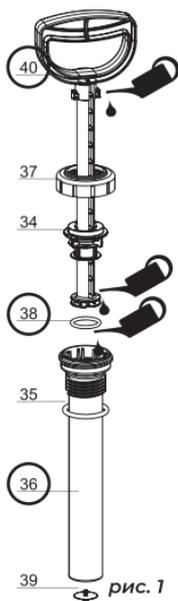

рис. 1
1. Смазывайте кольцо компрессионное (38) и корпус насоса (36) силиконовой смазкой не реже одного раза в месяц при ежедневном использовании опрыскивателя, а так же при затрудненном движении поршня (40). Для разборки насоса отверните гайку насоса (37), достаньте втулку (34) с поршнем (40) из крышки (См. рис. 1). Смажьте насос и соберите в обратной последовательности. Во время сборки насоса соблюдайте аккуратность при заправке компрессионного кольца. Произведите несколько интенсивных движений поршнем насоса.
2. Проверьте чистоту предохранительного клапана (31), вывернув его из бака. При загрязнении уплотнительного кольца клапан может пропускать воздух.
3. Не допускайте перегиба шланга (18) до появления изломов.